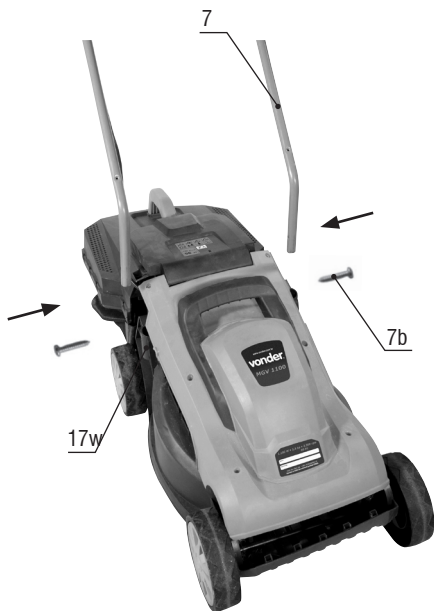

Figura 2 – Instalação das hastes do cabo.
- Primeiro monte as hastes do cabo (7), conforme mostra a figura 2, seguindo a sequência abaixo: